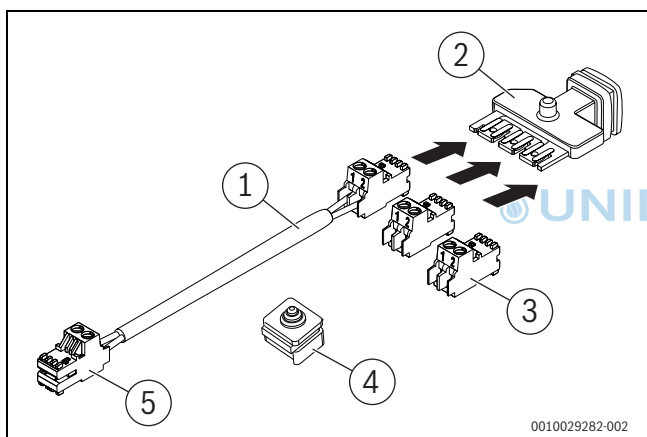

Bild 114 Lieferumfang Zubehör CS 37
- Kabel (→ Bild 114, [1]) mit Stecker an die EMS-BUS-Leiste (→ Bild 114, [2]) stecken.
- Beide Stecker (→ Bild 114, [3]) auf die Steckplätze der EMS-BUS-Leiste (→ Bild 114, [2]) stecken.
- EMS-BUS-Leiste (→ Bild 114, [2]) mit den Steckern nach unten in die Öffnung für die Kabeldurchführungen einsetzen.
- Mitgelieferte Kabeldurchführung (→ Bild 114, [4]) einsetzen.